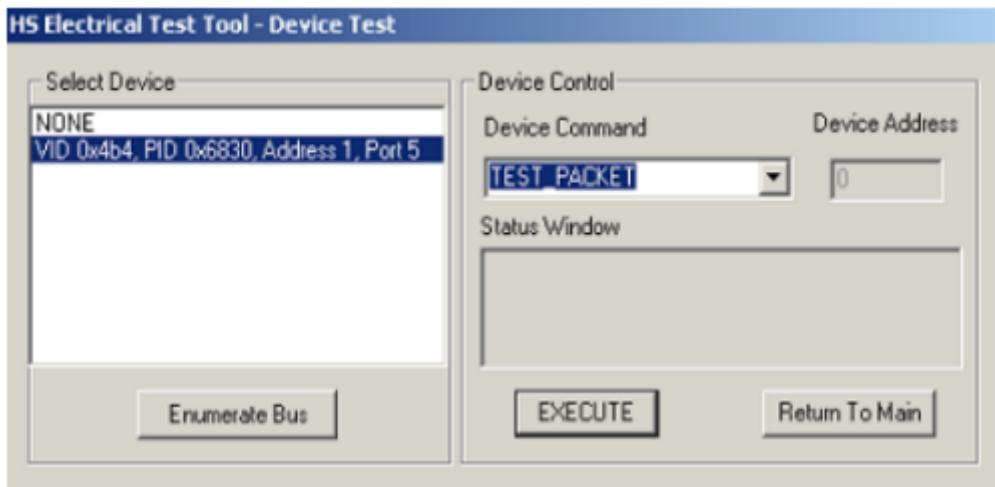
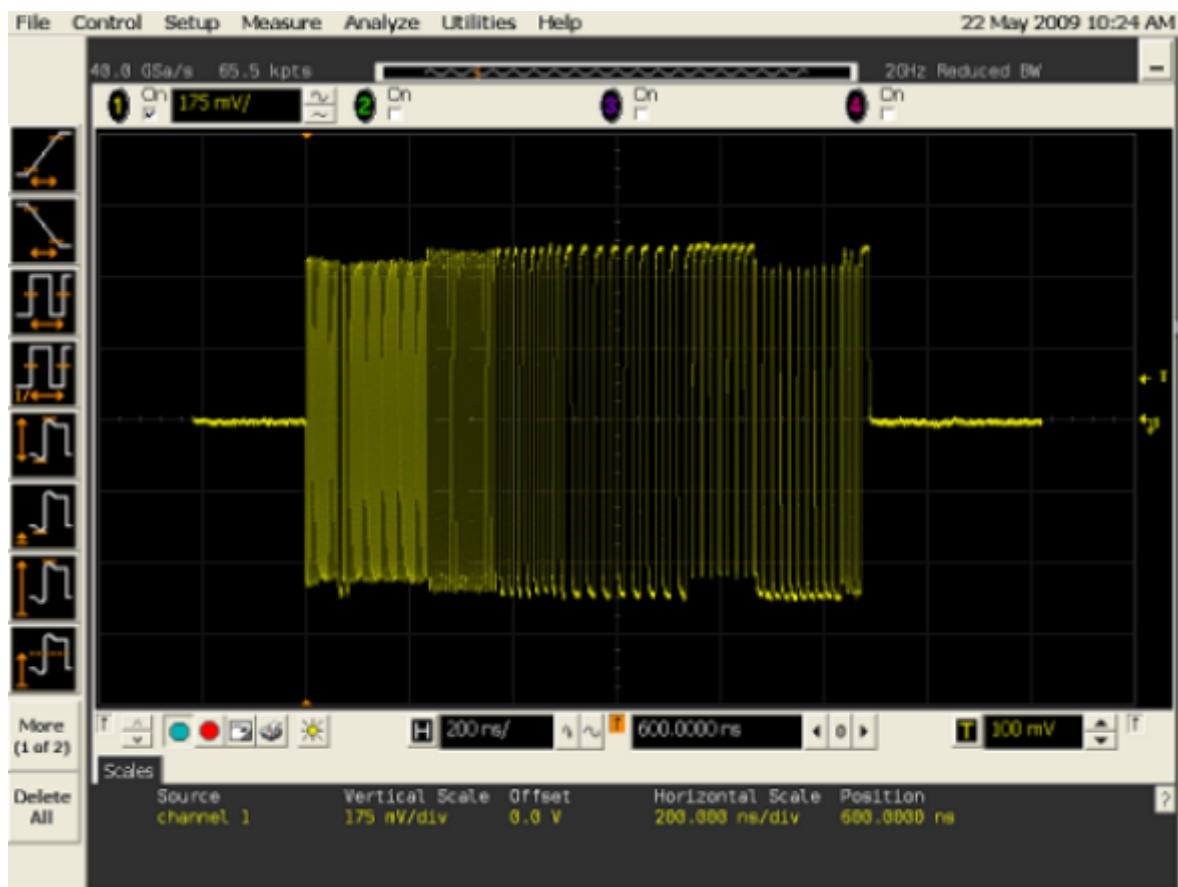

图 2 选择测试设备和测试命令
图 3 测试波形
3. 如图 2 所示，选择要测试的设备和测试命令”TEST PACKET”，然后点击“EXECUTE”按钮所示，执行完上述操作后，USB 控制器就会自动进入 Test Packet Mode，并连续发送周期性的测试包，测试波形如图 3 所示：